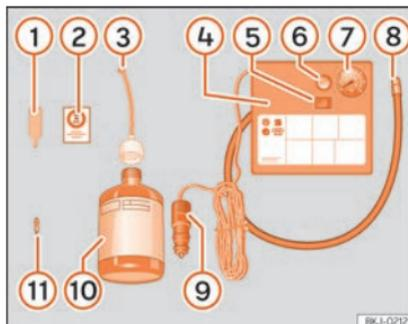

Fig. 32 Representação padrão: conteúdo do kit antifuros.
O kit antifuros está localizado na bagageira, por baixo do revestimento do piso. Inclui os seguintes componentes »» **Fig. 32:**
- Desenrosque a proteção e o obus da válvula do pneu. Utilize o aparelho »» **Fig. 32** ① para retirar a carga. Coloque-o numa superfície limpa.
- Agite com força a garrafa de vedante de pneus »» **Fig. 32** ⑩.
- Enrosque o tubo de enchimento »» **Fig. 32** ③ na garrafa de vedante. O selo da garrafa partir-se-á automaticamente.
- Remova o tampão do tubo de enchimento »» Fig. 32 ③ e enrosque a extremidade aberta do tubo na válvula do pneu.
- Volte a colocar o obus com o aparelho »» Fig. 32 ① na válvula do pneu.
- Enrosque o tubo de enchimento do pneu do compressor »» Fig. 32 ⑧ na válvula do pneu.
- Verifique se o parafuso de evacuação de ar está fechado »» Fig. 32 ⑥.
- Ligue o conector »» Fig. 32 ⑨ à tomada de corrente de 12 volts do veículo »» Página 163.
- Ligue o compressor de ar com o interruptor ON/OFF »» Fig. 32 ⑤.
- Cole o autocolante »» Fig. 32 ② no painel de instrumentos, dentro do campo visual do condutor.
Volte a enrosocar o tubo de enchimento »» Fig. 32 ⑤ e verifique a pressão no manómetro ⑥.